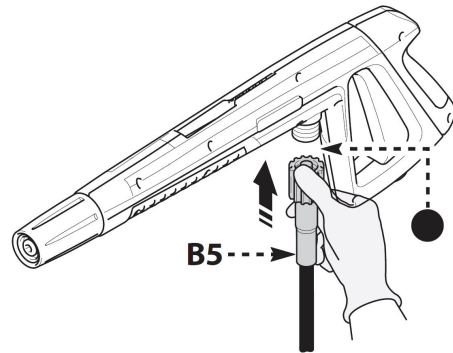

Abb. 8: Montage
Schritt 4: Die Gegenseite des Hochdruckschlauchs (B5, Abb. 8 bzw. Abb. 3) auf die Sprühpistole aufstecken.